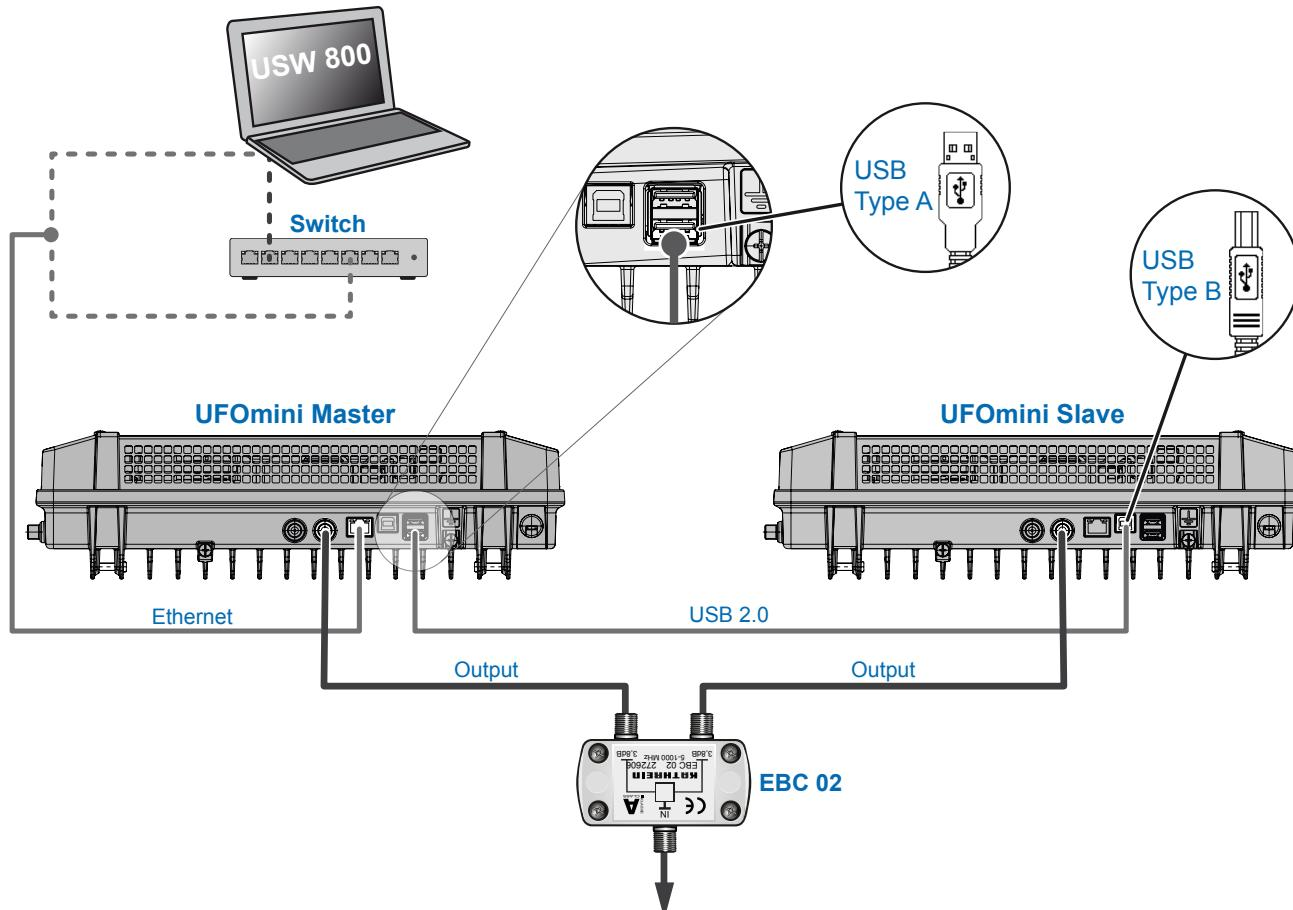

Fig. 4: Cableado
2. Conecte el ordenador con un cable de Ethernet1) al conector RJ45, mediante un switch o router si fuera necesario; véase Fig. 4, Pág. 5. Ahora la cabeza terminal funciona como maestro.
3. En caso de contar con una segunda cabeza terminal: Conecte la segunda cabeza terminal con un cable USB 2.0 a la primera cabeza terminal (Fig. 4). Aquí se aplica: